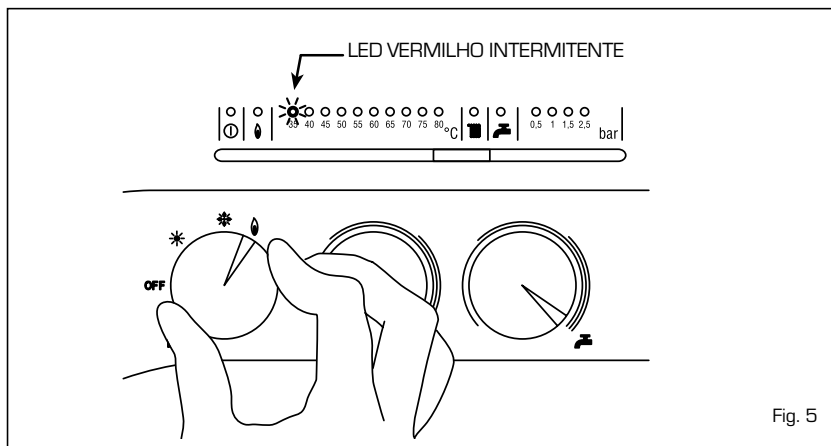

Fig. 5
– **Intervenção do termóstato de segurança (fig. 5)**